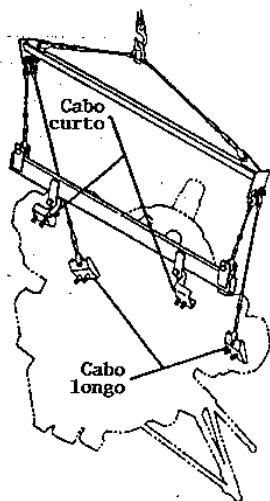

Figura 8-24 Estropo (eslinga) especial para QECA de helicóptero.
(1) Prender a eslinga de sustentação do motor (figura 8-24). Neste exemplo, prender dois cabos certos de sustentação, da eslinga para a superfície dianteira da caixa dos balancins (das válvulas) dos cilindros 2 e 9 e os dois longos de sustentação, da eslinga para a superfície dianteira da caixa dos balancins (das válvulas) dos cilindros 4 e 7. Prender a eslinga a um guincho de pelo menos duas toneladas de capacidade.
(2) Iniciar o içamento do guincho até começar um ligeiro deslocamento vertical no QECA. Liberar as porcas dos parafusos inferiores do berço do motor antes de liberar as porcas dos parafusos superiores.
(3) Remover os parafusos das juntas oscilantes, e remover todos os parafusos superiores de fixação do motor. Então, remover todos os parafusos inferiores de fixação do motor, e soltar o QECA do helicóptero. Coloca-se o grupo motopropulsor em um suporte conveniente, removendo a eslinga.